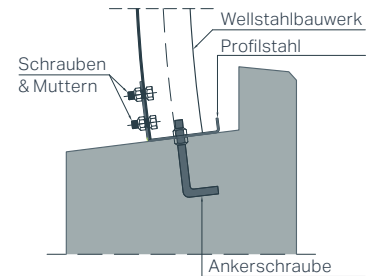
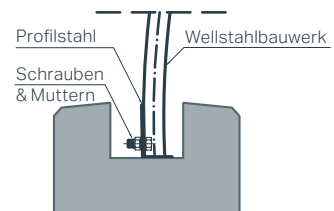

Abb. 8a. Verbindung der Stahlfertigteilkonstruktion mit Betonstreifenfundamenten
Abb. 8b. Weitere Verbindung der Stahlfertigteilkonstruktion mit Betonstreifenfundamenten
Die Verbindungsmöglichkeiten zwischen Fundament und Stahlfertigteilkonstruktion sind in Abb. 8a und Abb. 8b dargestellt.
- Die bei Wellstahlbauwerken mit offenem Profilquerschnitt zu verwendenden und in Abb. 8a abgebildeten Bodenkanäle (diese Teile können bei Bedarf früher geliefert werden – wenn das Fundament vorbereitet wird). Bei allen anderen Wellstahlbauwerken mit offenem Profilquerschnitt sind die Fußpunkte der Konstruktion in die in den bauseits vorbereiteten Betonstreifenfundamenten vorhandenen Fugen zu positionieren (siehe Abb. 8b).
Zur Verbindung zwischen Betonfundament und der Wellstahlkonstruktion wird immer ein Entwurfsdetail bereitgestellt (siehe Abb. 8a und Abb. 8b).